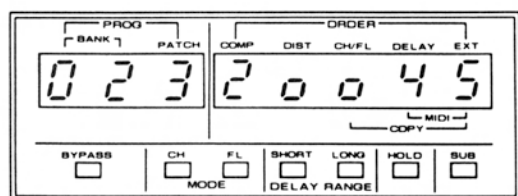
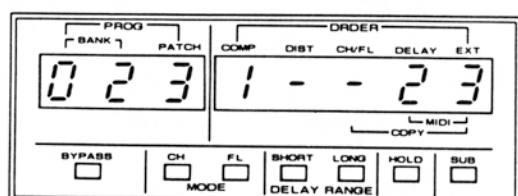

図4-20
図4-19
* (図 4-19)のようにEDITの途中でENTERキー [30] を押し、そのオーダーはソート(整理)され(図 4-20)のようになります。